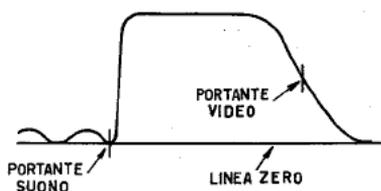

Fig. 8
3) - Regolare i comandi di accordo dell'amplificatore di media frequenza in modo che risulti una curva simile a quella di fig. 8. Per mezzo del calibratore individuare le posizioni delle portanti suono e video.
Sullo stesso canale deve essere accordato il ricevitore. Effettua re quindi tutte le regolazioni sui circuiti associati sul cana le A, necessarie per produrre sul lo schermo dell'oscilloscopio una risposta complessiva della massi ma ampiezza ed una curva che sia il piu' possibile simile a quel la di fig.8 .